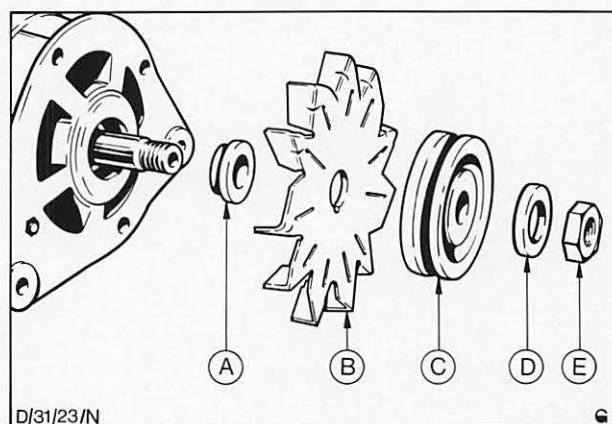

Abb. 87 Lüfter, Riemenscheibe und zugehörige Teile
23. Abstandsstück, Lüfter und Riemenscheibe wie in Abb. 87 gezeigt anbringen und mit der Mutter befestigen.